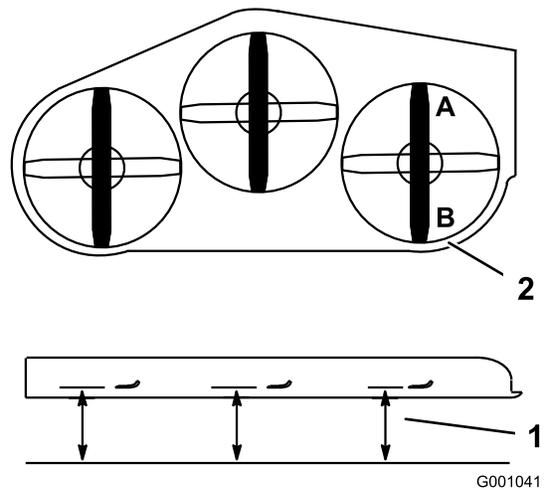

Рисунок 112
- Расположите **правый** нож в продольном направлении (Рисунок 112).
- Измерьте высоту правого ножа в точке **А** от горизонтальной поверхности до режущей кромки на конце ножа (Рисунок 112).
- Измерьте высоту правого ножа в точке **В** от горизонтальной поверхности до режущей кромки на конце ножа (Рисунок 112).
- Высота ножа газонокосилки в точке **А** должна быть на 6–10 мм меньше, чем в точке **В** (Рисунок 112). Если результат измерения неверный, перейдите к следующим пунктам.